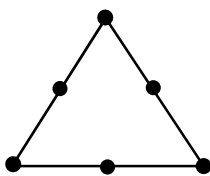

图 4.1.1 一维网格
- ◆ 一维网格 (图 4.1.1): 一维网格单元由两个节点组成, 用于对曲线、边的网格划分 (主要用于杆、梁结构分析中)。